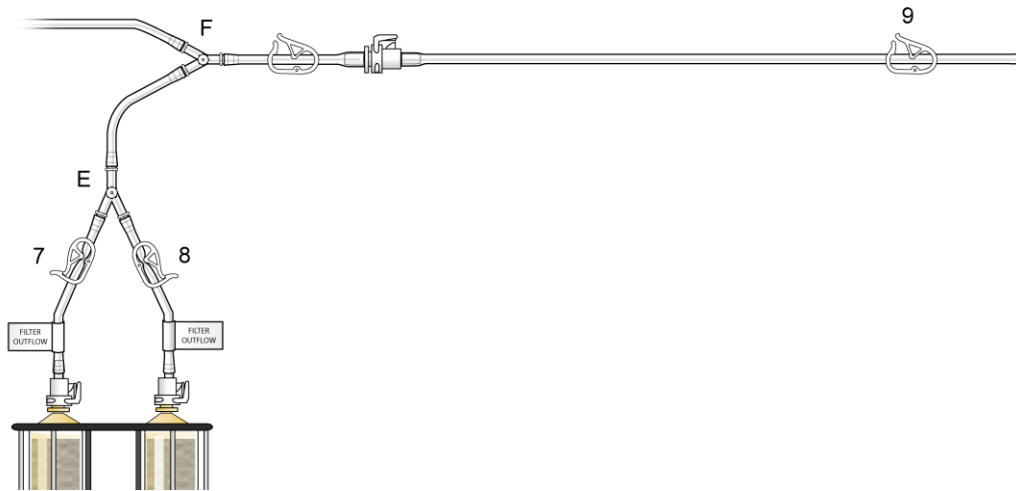

Figura 10
- (i) Estrarre la “Linea di priming/irrorazione” dalla busta sterile e collegarla al connettore a innesto rapido situato in posizione prossimale rispetto al connettore a Y “F”, come illustrato nella Figura 10; mettere l’estremità aperta della linea in una bacinella per la raccolta dell’effluente del lavaggio durante l’idratazione del filtro.